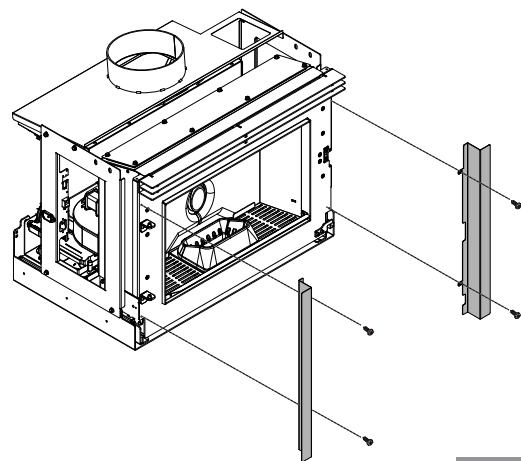

Fig. 41
- cadres latéraux compensateurs. (**Fig.41**)
Enlever la cendre qui se dépose dans le brasier (**Fig. 41**).